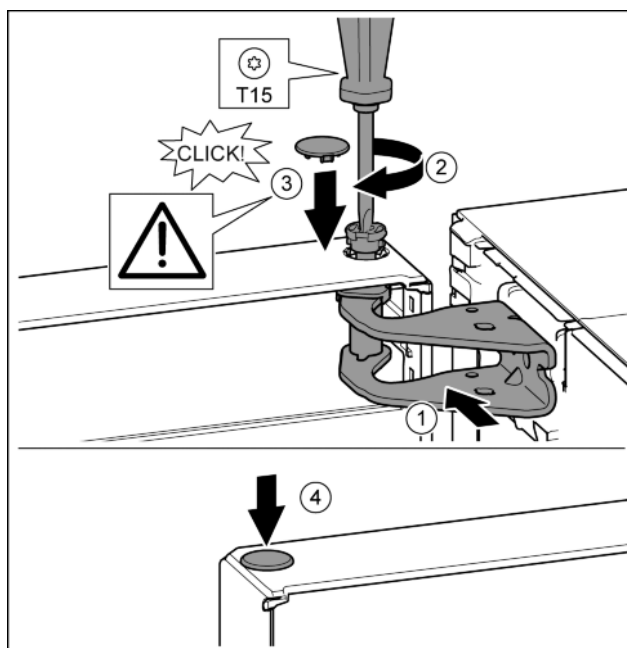

Fig. 20
- Poravnajte gornja vrata prema otvoru u podlošku ležaja. Fig. 20 (1)
- Umetnite svornjak i zavijte odvijačem T15. Fig. 20 (2)
- Montirajte sigurnosni pokrov radi osiguranja vrata: Umetnite sigurnosni pokrov i provjerite naliježe li na vrata. U protivnom u potpunosti umetnite svornjake. Fig. 20 (3)
- Umetnite čep. Fig. 20 (4)